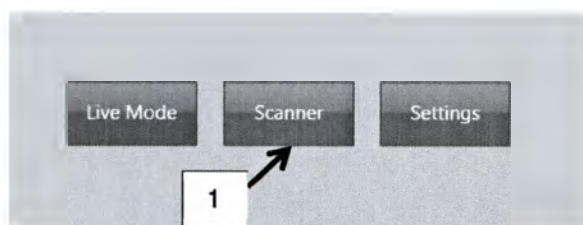

Рисунок 47
В окне запуска выберите режим Scanner (Сканирование) (1). Смотрите рисунок 47.